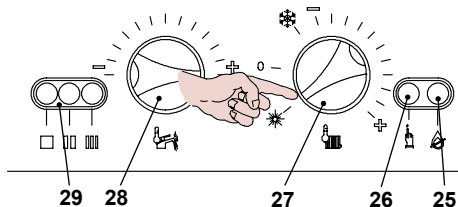
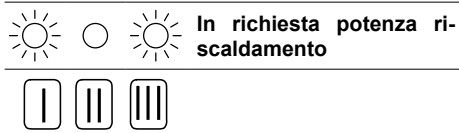

Figura 9.13
Figura 9.15
- Alimentate elettricamente la caldaia azionando l'interruttore bipolare previsto nell'installazione; la lampada di segnalazione 29 in Figura 9.13 lampeggia ogni 4 secondi.
- Posizionare il selettore 27 come indicato in Figura 9.13 ; la lampada di segnalazione 29 lampeggia ad intermittenza circa ogni 2 secondi.
- Tenere premuto il pulsante di ripristino 26 in Figura 9.13 per circa 10 secondi, la lampada di blocco 25 in Figura 9.13 inizierà a lampeggiare.
Ripremere il pulsante di ripristino 26 in Figura 9.13 per circa 5 secondi, la lampada di blocco 25 si spegne, mentre le spie di segnalazione 29 lampeggiano in maniera richiesta potenza riscaldamento Figura 9.15